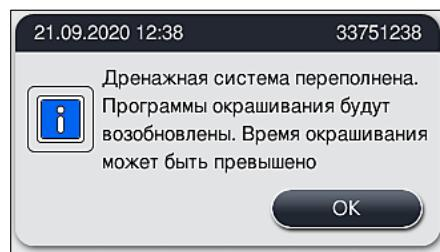

Рис. 123
- ✓** После устранения засорения на экране появляется другое сообщение (→ "Рис. 123") с указанием на то, что процесс окрашивания может быть продолжен. Нажмите **OK** (→ "Рис. 123") для продолжения.
1. Если новые попытки очистки оказались успешными и засорение было устранено, уровень воды падает ниже критической отметки. На экране появляется сообщение (→ "Рис. 123"), информирующее пользователя о том, что программы окрашивания могут быть продолжены. Нажмите **OK** (→ "Рис. 123") для продолжения. Возможность запуска программ отображается на экране, и программы в рамках технологического процесса автоматически продолжаются.